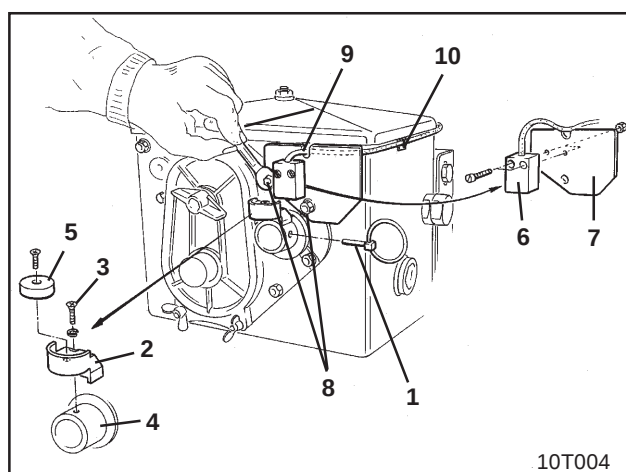

Fig. 6.2
- Retirez la goupille agricole (fig. 6.2/1, reliant l'arbre d'agitation à l'entraînement).
- Vissez sur l'arbre creux du boîtier sélecteur (fig. 6.2/4) le support d'aimant (fig. 6.2/2) en utilisant une vis taraudeuse M4 x 10 (fig. 6.2/3) et une rondelle grower.
- Vissez l'aimant (fig. 6.2/5) sur son support en utilisant une vis taraudeuse M4 x 10.
- Vissez le capteur (fig. 6.2/6) sur le support (fig. 6.2/7).
- Fixez le support du capteur (fig. 6.2/7) sur le boîtier sélecteur en utilisant deux écrous du carter du boîtier (fig. 6.2/8).
- Acheminez le câble du capteur (fig. 6.2/9) jusqu'à la cabine du tracteur.
- Fixez le câble au semoir en utilisant les plaquettes adhésives (fig. 6.2/10) et les sangles fournies. Les sur-
- Brochez la goupille agricole (fig. 6.2/1) dans le trou pratiqué dans l'arbre creux du boîtier sélecteur.
Fixez le câble au semoir en utilisant les plaquettes adhésives (fig. 6.2/10) et les sangles fournies. Les surfaces d'adhésion doivent être dégraissées et propres.